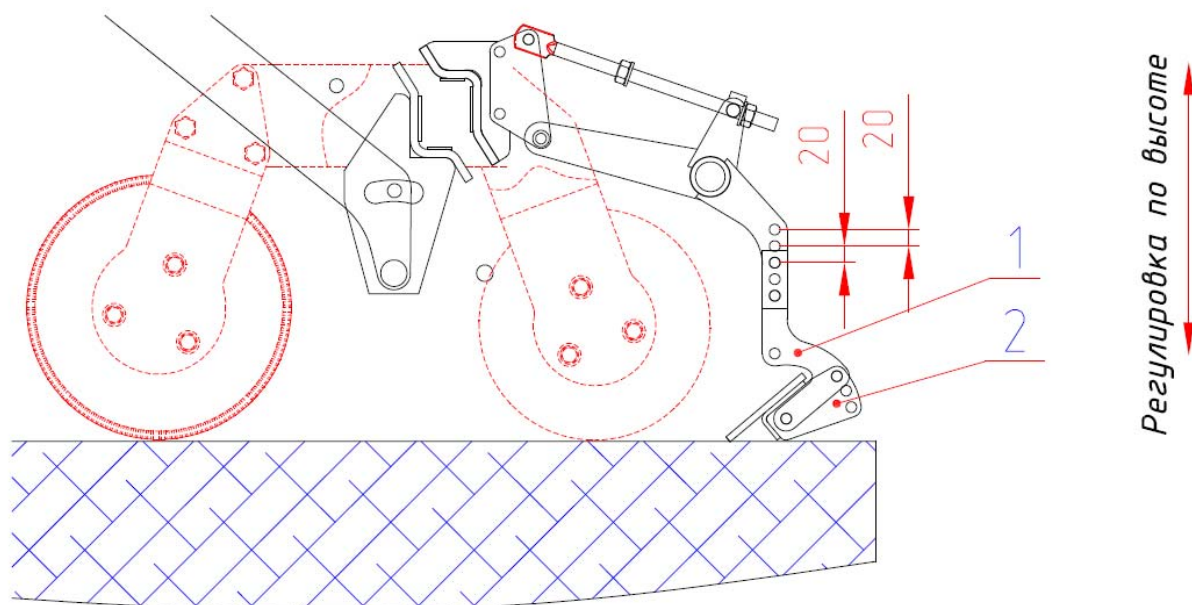

Рис.28 Регулировка планчатого выравнивателя по высоте.
7.2.5 Регулировка планчатого выравнивателя по высоте осуществляется переустановкой держателя 1 (рис.28) в соответствующие отверстия.
7.2.6 Регулировка планчатого выравнивателя по углу осуществляется поворотом держателя 2 (рис.28а) относительно нижнего отверстия и фиксации держателя в соответствующих отверстиях. Угол положения планки можно устанавливать как в "активном" положении (рис.28а) так и в "пассивном" положении (рис.28б).
Рис.28а Регулировка планчатого выравнивателя по углу (активное положение планки).